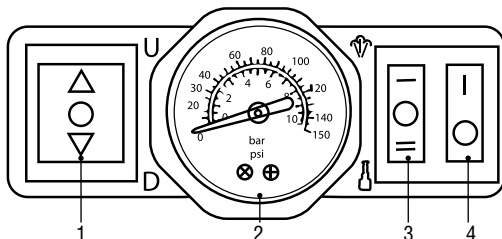

Рисунок 5 – Панель управления
2. Проверьте положение переключателей, они должны находиться в положении «0» (выкл) (рис. 5, п. 1, 3, 4), если это не так, переведите переключатели в положение «0», а затем подключите вилку в розетку прикуривателя автомобиля.
3. Установите переключатель режимов (рис. 5, п. 3) в положение «II», а переключатель подъёма / опускания (рис. 5, п. 1) в положение «▲» (вверх), после этого домкрат начнёт подъём. Осуществляйте подъём до тех пор, пока расстояние между автомобильной шиной и опорной поверхностью будет составлять около 5 см. Переведите переключатель в положение «0», домкрат прекратит подъём, а автомобиль будет автоматически зафиксирован на нужной высоте.
4. После замены колеса, переведите переключатель направления (рис. 5, п. 1) в положение «вниз», и домкрат начнет плавно опускаться.
2. Установите переключатель режимов (рис. 5, п. 3) в положение «I», компрессор начнёт работать. Контролируйте давление в шине по показаниям манометра.
3. После достижения необходимого давления переведите переключатель режимов (рис. 5, п. 3) в положение «O», отвинтите головку накачки, и уложите в отсек для инструментов. Далее вытащите вилку из розетки прикуривателя.